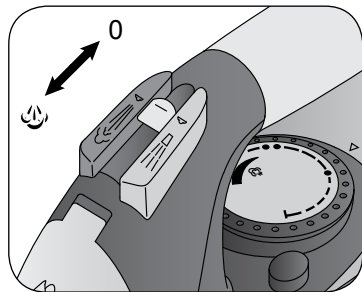

Fig. 2
Impostare il selettore vapore (B) su "0" (Fig. 2).